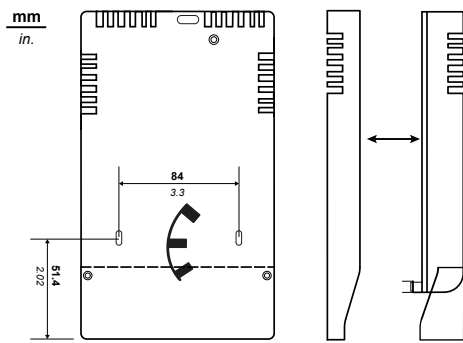

Fig. 6.
- Secure the backplate of the device to the wall/panel with 3 screws+plugs S6 (supplied) matching up the holes shown in **Fig. 6**.
- fissare il fondello dell'apparato alla parete/pannello utilizzando nr. 3 viti+tasselli S6 (in dotazione) in corrispondenza dei fori evidenziati in **Fig. 6**.
- fije la base del aparato a la pared/panel utilizando los 3 tornillos+tacos S6 (suministrados), correspondientes a los agujeros marcados en la **Fig. 6**.
- fixe a base do aparelho à parede/panel utilizando 3 parafusos + buchas S6 (fornecidos) no local correspondente aos orifícios evidenciados na **Fig. 6**.